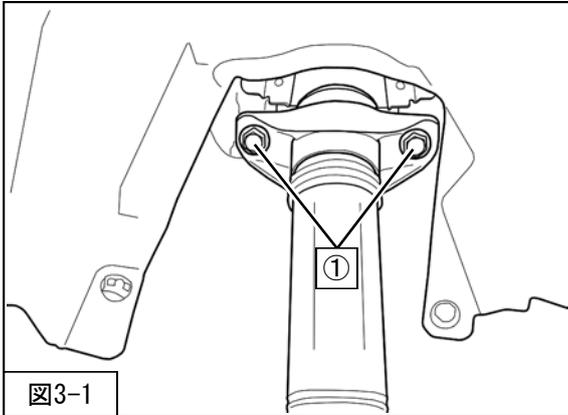

図3-1
3. ①リアショックアブソーバASSYアッパー取付ボルトを取外してください。(図3-1)